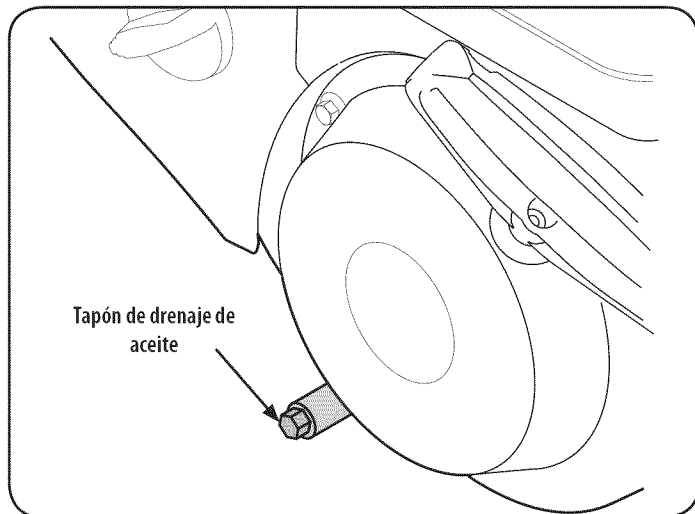

Figura 18
3. Retire el tapón de drenaje de aceite. Vea la Figura 18.